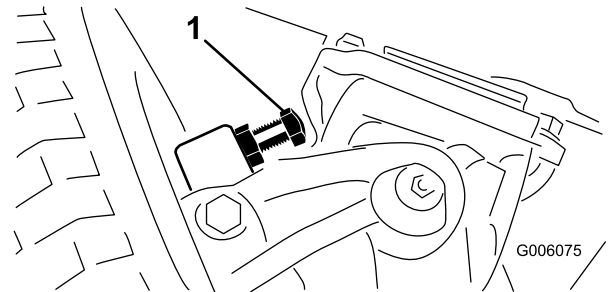

Bild 70
1. Drehen Sie die Schrauben ein oder aus, bis der Abstand 2,3 mm beträgt, siehe Bild 70.